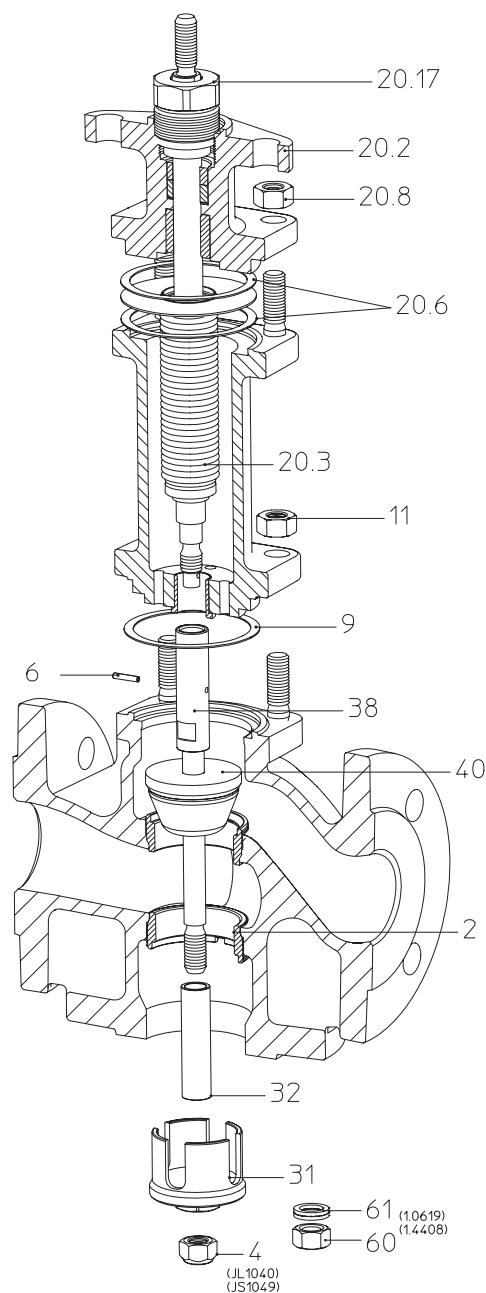

Fig. 18:
- Forskrningen (pos. 20.17) hhv. omløbsmøtrikken (pos. 20.16) løsnes ca. en omdrejning.
- Den nederste sædering (pos. 2) skrues ud (overhold punkt 7.2) - ikke nødvendigt ved udførelse med fordelerkegle (fig. 18, fig. 19).
- Møtrikken (pos. 4 eller 60) skrues af, derved holdes igen ved nøglefladen (spindlen foroven).
- Keglen (pos. 3 eller 31) afmonteres